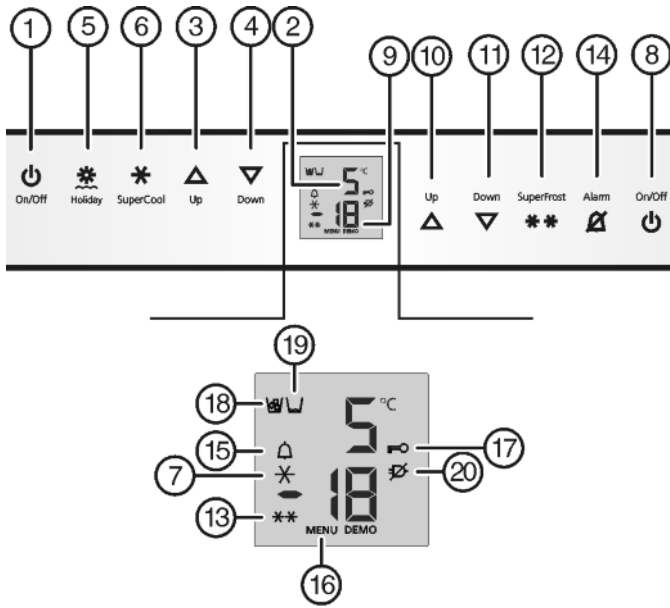

Fig. 2
- Toets On/Off vriesgedeelte Fig. 2 (8) indrukken.
- Toets On/Off koelgedeelte Fig. 2 (1) indrukken.
- ▷ Koel- en BioFresh-gedeelte zijn ingeschakeld: temperatuurweergave koelgedeelte Fig. 2 (2) brandt. Bij het openen van de deur van het koelgedeelte gaat de binnenverlichting aan.
- Instelmodus activeren: toets SuperFrost Fig. 2 (12) ca. 5 s indrukken.
- ▷ Het symbool Menu Fig. 2 (16) is verlicht.
- Druk kort op de toets SuperFrost Fig. 2 (12) om te bevestigen.
- om de kinderbeveiliging in te schakelen, drukt u kort op de toets SuperFrost Fig. 2 (12).
- ▷ Het symbool kinderbeveiliging Fig. 2 (17) brandt. Op de display knippert **c**.
- om de kinderbeveiliging uit te schakelen, drukt u kort op de toets SuperFrost Fig. 2 (12).
- ▷ Het symbool Kinderbeveiliging Fig. 2 (17) dooft. Op de display knippert **c**.
- Instelmodus deactiveren: toets On/Off vriesgedeelte Fig. 2 (8) indrukken.
- ▶ Toets Alarm Fig. 2 (14) indrukken.
Tegelijkertijd knipperen de temperatuurdisplay en het symbool Alarm Fig. 2 (15).
Het akoestisch alarm stopt automatisch, het symbool Alarm Fig. 2 (15) gaat uit en de temperatuurdisplay houdt op met knipperen, wanneer de temperatuur weer laag genoeg is.